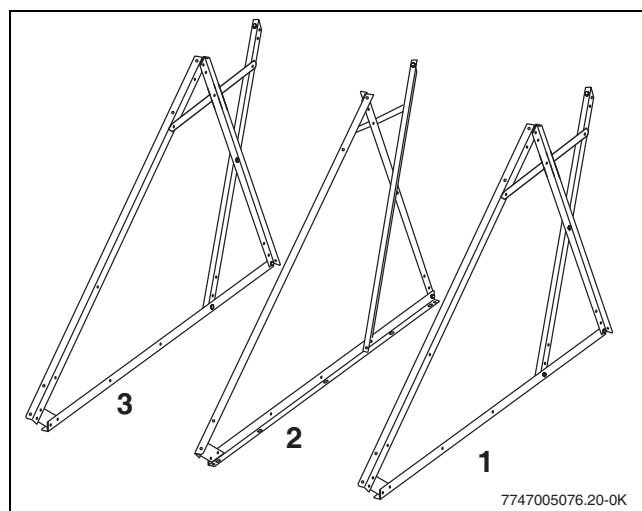

Fig. 20 Monter d'autres triangles latéraux
- le triangle du milieu (fig. 20, [2]) de manière symétrique par rapport au premier [1],
- le triangle gauche (fig. 20, [3]) comme le premier triangle latéral [1].